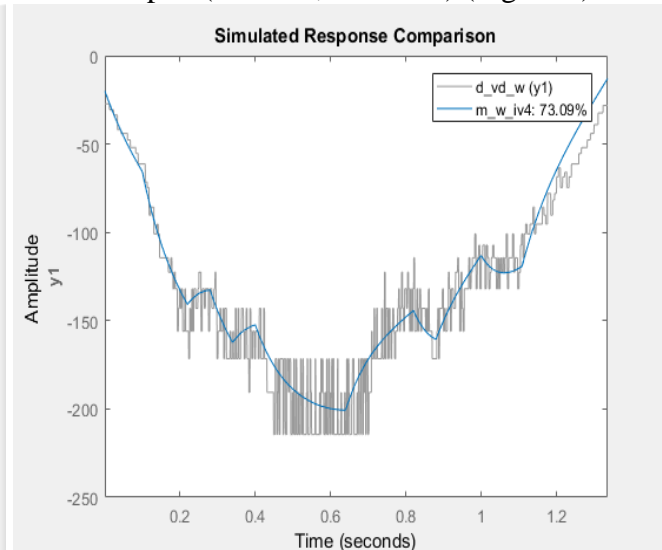

Figura 7
- comparam iesirea modelului cu iesirea masurata: compare(d\_vd\_w,m\_w\_iv4) (Figura 7)